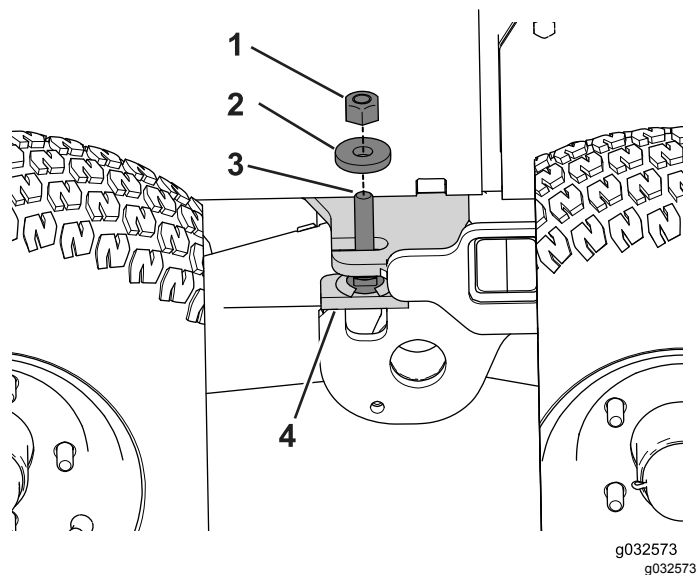

図 91
10. ボギーストップアセンブリについているねじ山付きスタッドに、ロックナットとワッシャを取り付ける 図 91。